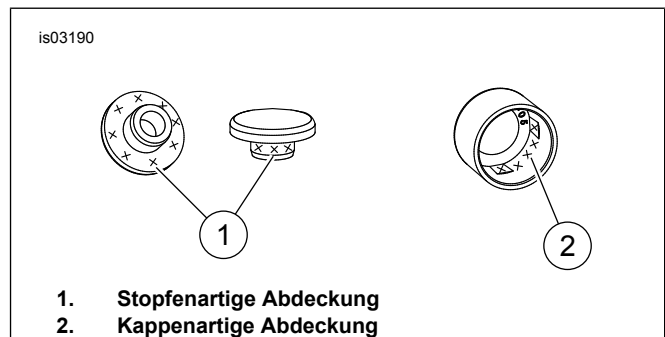

Abbildung 1. Auftragbereich für Silikonklebstoff
- Siehe Abbildung 1. Bei den stopfenartigen Abdeckungen (1) Klebstoff im mit „x“ markierten Bereich auftragen. Bei den kappenartigen Abdeckungen (2) Klebstoff im mit „x“ markierten Bereich auftragen.